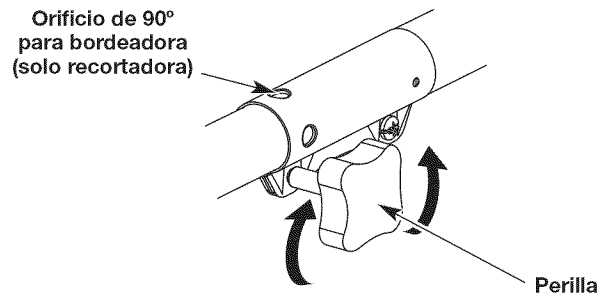
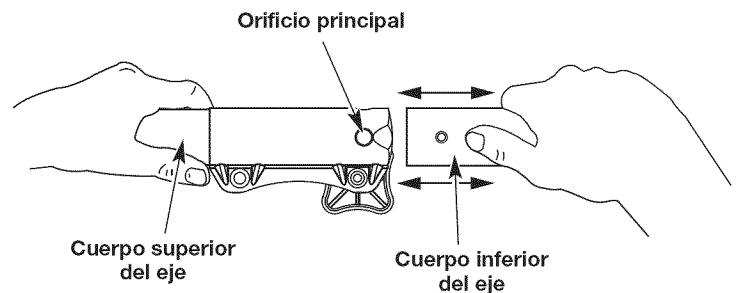

Fig. 4
Fig. 6
1. Para aflojar, gire la perilla en sentido contrario a las agujas del reloj (Fig. 4).
2. Sosteniendo firmemente el accesorio de corte u otro accesorio, empújelo directamente dentro del acoplador Convertible™ hasta que el botón de desconexión encaje sólidamente en el orificio principal (Fig. 6).
3. Para apretar, gire la perilla en el sentido de las agujas del reloj (Fig. 4).
PRECAUCIÓN: Antes de operar esta unidad, cerciórese de que el botón de liberación esté completamente encajado en el orificio principal (Fig. 6) y de que la perilla (Fig. 4) esté bien apretada.
Para hacer cortes (orillados) decorativos con el accesorio de corte del cabezal de línea, trabe el botón de desconexión del accesorio en el interior del orificio de 90° (Fig. 4).
3. Sujetando el cuerpo del eje superior, tire directamente del accesorio de corte o de cualquier otro accesorio para sacarlo del acoplador Convertible™ (Fig. 6).